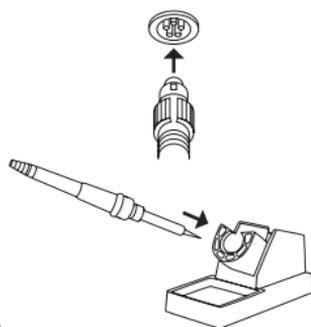

Fig. 9
2. Introduzca el soldador dentro del soporte (fig. 9).
4. Conecte el cable del soldador al agujero 5 de la estación de control (fig. 9).